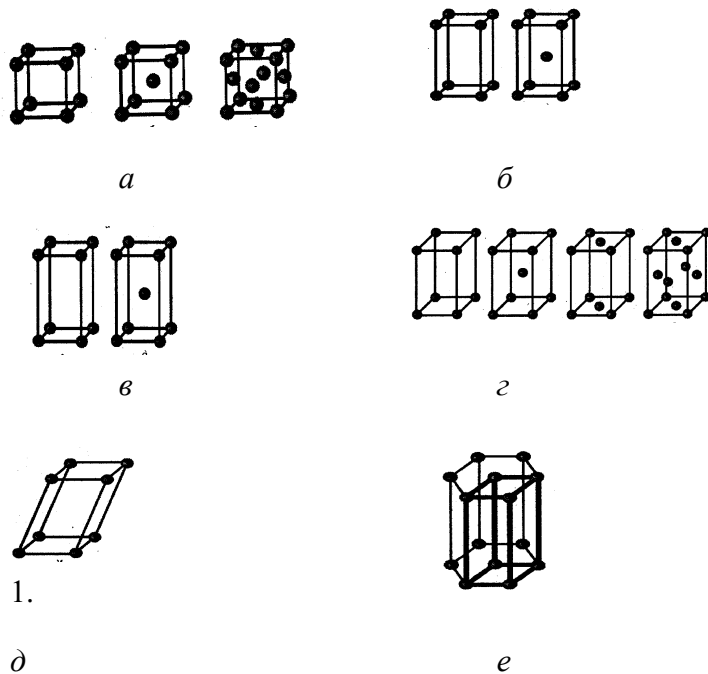

Рис. 1
1.1.66. Представленная схема соответствует кубической решетке (рис.1)...